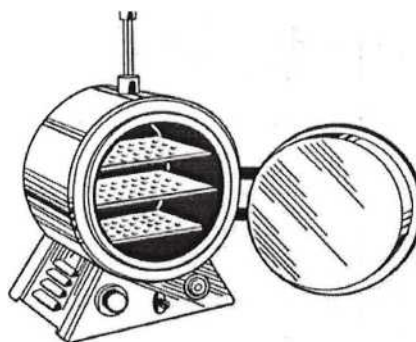

Рис. 13
2. При нагревании в электрических сушильных шкафах (рис. 13). Они снабжены терморегулятором и позволяют быстро высушить посуду. Сухую посуду желательно охлаждать в сушильном шкафу. Горячую посуду из сушильного шкафа нельзя ставить на полимерные материалы (оргстекло, полиэтилен, линолеум) и на холодные поверхности.